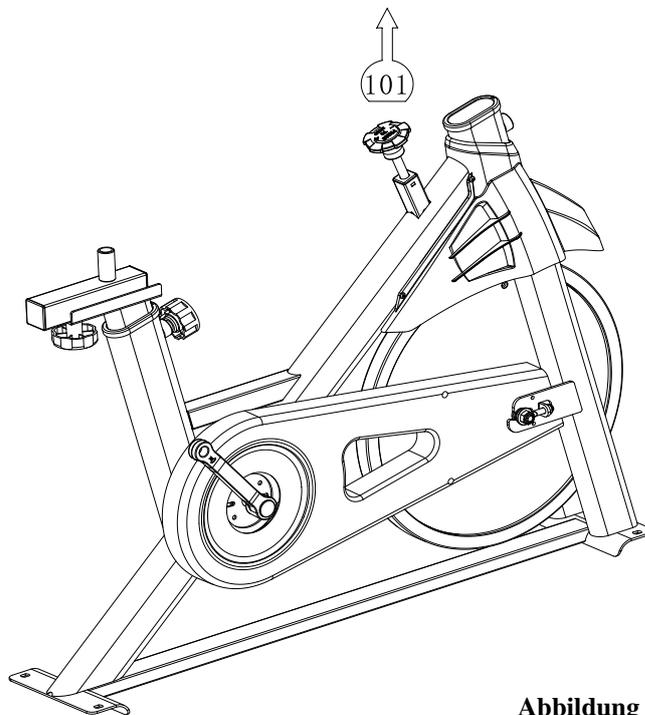

Abbildung 1
1. Wie in Abbildung 1 dargestellt, entnehmen Sie den Hauptrahmen aus dem Karton und stellen Sie ihn aufrecht auf den Boden.